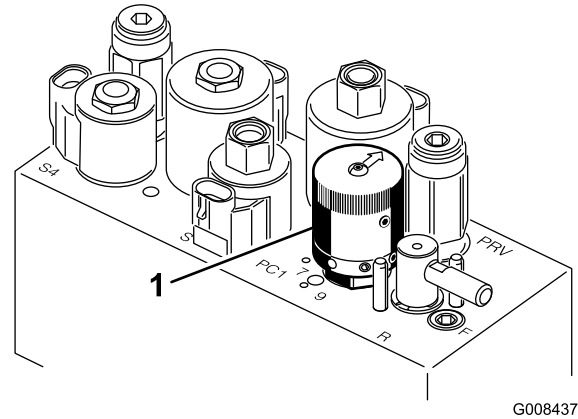

Figura 29
- Para establecer la velocidad de los molinetes, gire el pomo (Figura 29) hasta que las flechas apunten al número que indique el ajuste deseado.